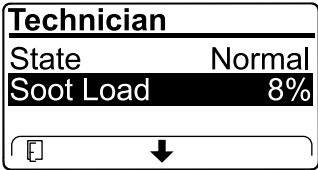

Bild 45
- Zeigen Sie die Rußlast an, die als Prozentsatz des Rußes im Dieselpartikelfilter (Bild 45) gemessen wird, siehe Tabelle für die Rußlast.